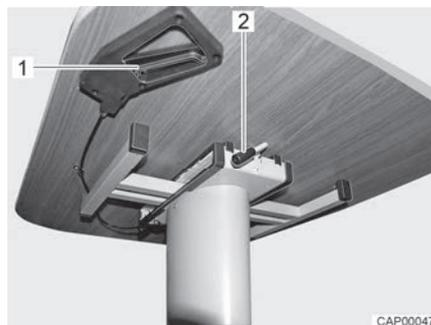

Fig. 50 Spostamento del tavolo rialzabile
- Ruotare verso il basso la leva (Fig. 50,2), fino a quando si trova in posizione verticale verso il basso.
- Ruotare verso l'alto la leva (Fig. 50,2), fino a fissare il piano del tavolo.
- Tirare la levetta di bloccaggio (Fig. 50, 1).
- Rilasciare la levetta di bloccaggio (Fig. 50,1). Il piano del tavolo rimane nella posizione impostata.